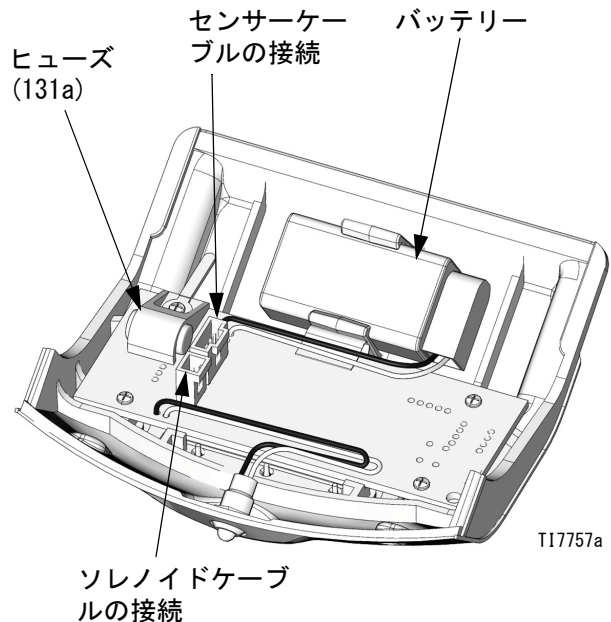

図 5. DataTrak バッテリーとヒューズの位置
2. ランナウェイソレノイドとセンサーケーブルの接続をモジュール板から外します。図 5 を参照してください。
3. DataTrak モジュール (131) を非危険区域に運んでください。